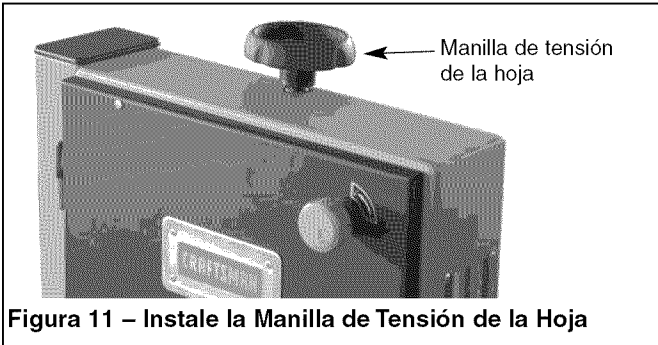

Figura 11 – Instale la Manilla de Tensión de la Hoja
- Coloque la manilla de tensión de la hoja en el tensor de la hoja (véase la Figura 11).